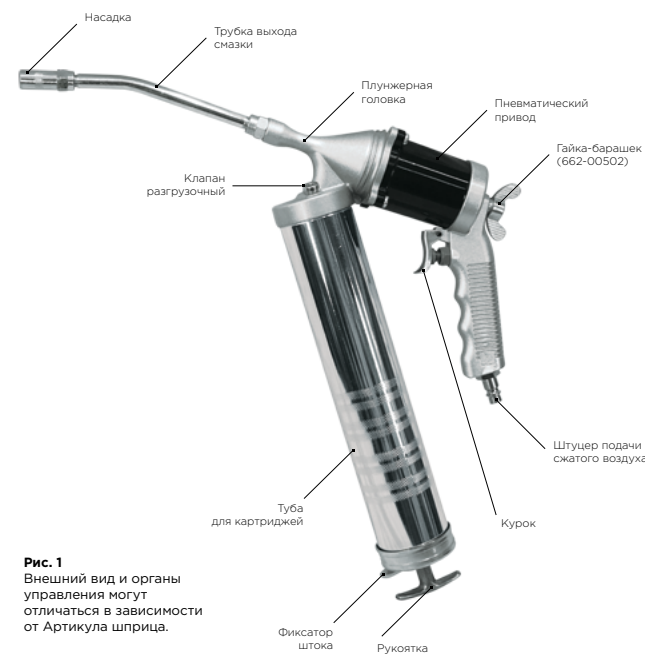

Рис. 1
- Управление шприцем плунжерным пневматическим осуществляется при помощи курка (Рис. 1), который находится под основанием указательного пальца.